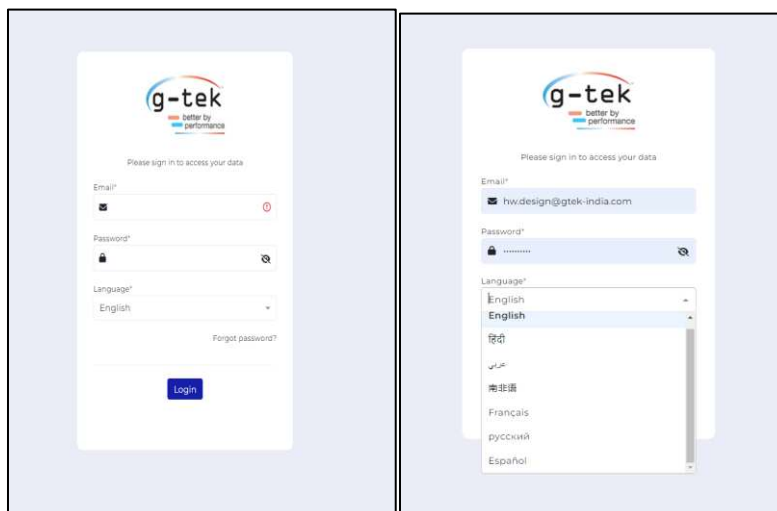

图 36 EMS Cloud 服务器应用程序的登录页面
- 按照制造商分享的链接和登录凭证详细信息打开“EMS Cloud”服务器，如图36所示